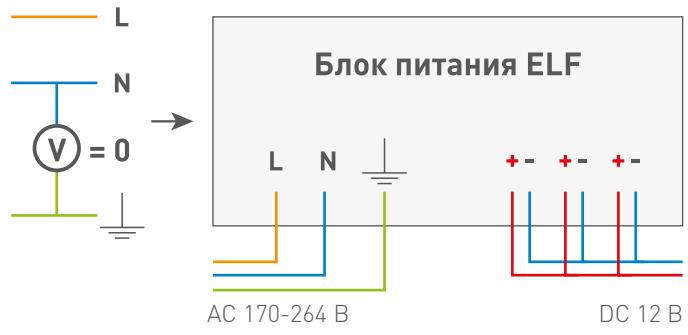

Рис. 4
- Для объектов (электроустановок), в которых применён принцип изолированной нейтрали (Рис. 4).
⚠ ВАЖНО: При данном способе подключения к входному терминалу изделия подключаются все провода линии связи (фаза, ноль, заземление), предназначеннной для подачи напряжения питания на изделие (Рис. 4). Подключение заземляющего провода является обязательным!